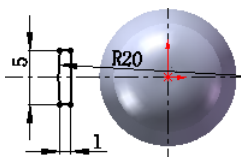

图 3.31.10 草图 5
Step9. 创建图 3.31.10 所示的草图 5。选择下拉菜单 **插入(I)** → **草图绘制** 命令，选取基准面 2 作为草图基准面，绘制图 3.31.10 所示的草图。